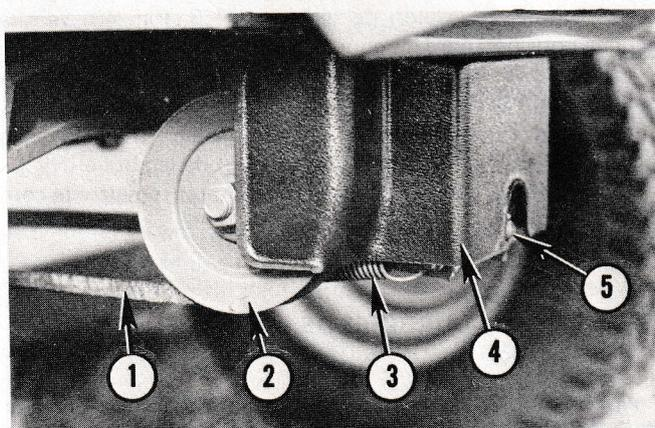

Fig. 41 — Montage de la tondeuse
10. Faire tourner le boulon (N° 6) vers la droite jusqu'à ce que les deux poulies soient à la même hauteur. Poser le couvercle (N° 4, Fig. 41) avec les boulons à tête hex de 5/16" x 7/8" et les rondelles.
1. Enlever le couvercle (N° 4, Fig. 41) du tracteur.